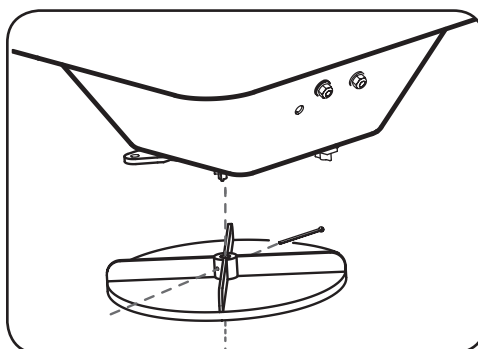

Figure 1-6
4. Fixez le disque rotatif sur l'arbre du moteur avec une gouille fendue. Voir Figure 1-6.